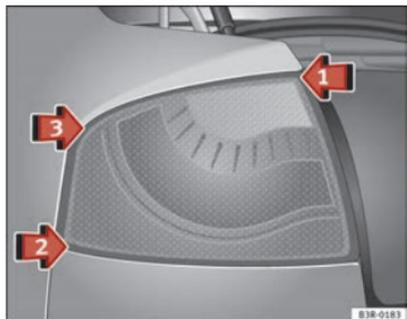
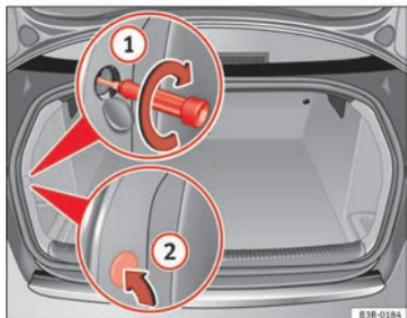

Abb. 211 Heckleuchte einbauen
Abb. 212 Gepäckraum: Lage der Befestigungsschraube für Heckleuchte
- Setzen Sie die Heckleuchte zuerst bei ⇒ Abb. 211 Pfeil ① in den Heckleuchtenträger ein.
- Drücken Sie die Heckleuchte in der Reihenfolge ② und ③ leicht an den Heckleuchtenträger, bis die Clips fest in den Gummilagern sitzen.
- Drücken Sie leicht auf die Oberseite der Heckleuchte und befestigen Sie diese vom Gepäckraum aus mit einem Schraubendreher ⇒ Abb. 212 ①.
- Die Abdeckung der Innenverkleidung ② wieder einsetzen.